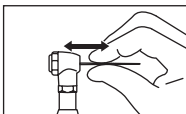

Fig. 3
- Controleer of de vijl stevig is gemonteerd door er vóór gebruik aan te trekken (afbeelding 3).